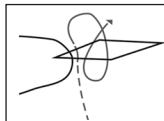

Abb. 8
- c) Führen Sie das Fadenende durch die so entstandene Fadenschleife und ziehen Sie daran, sodass ein Knoten entsteht. (siehe Abb. 8)